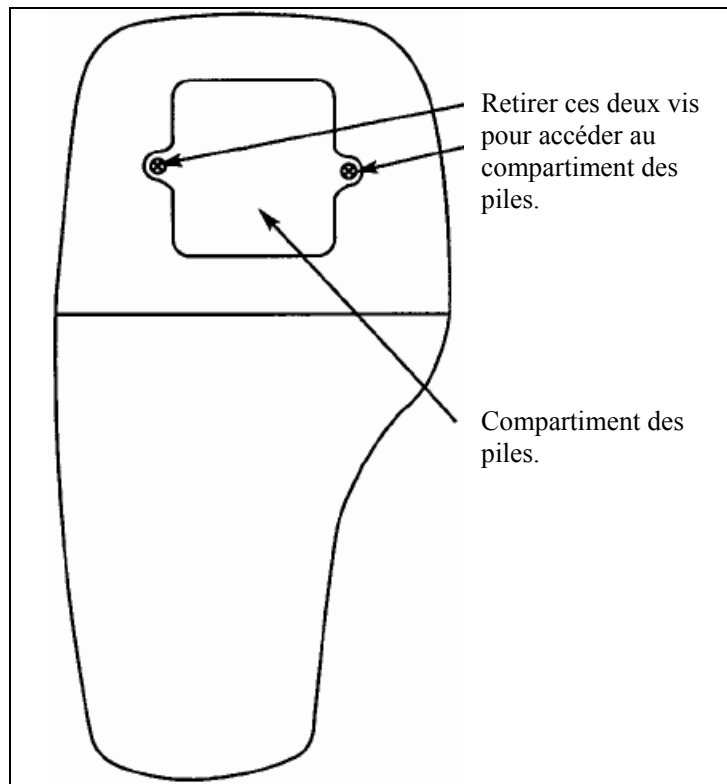

Figure 3 : Panneau arrière de l'appareil montrant le compartiment des piles
1. Utiliser un tournevis cruciforme pour retirer les deux vis maintenant le couvercle des piles. Voir figure 3 ci-dessous.